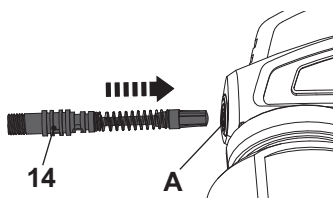

Fig. 13
- > Vuelva a montar el producto en el orden inverso. Al introducir el pistón (14) en la abertura (A), asegúrese de que el pistón (14) esté presionado hasta el fondo (Fig. 13).